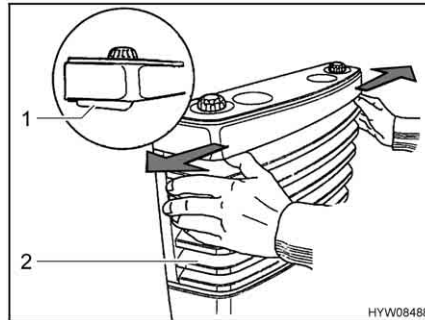

Fig. 142 Retirer habillage du chauffage
- Enlever l'habillage du chauffage (Fig. 142,2). Presser pour ce faire simultanément les deux leviers de fermeture (Fig. 142,1) vers l'extérieur et rabattre l'habillage vers l'avant.